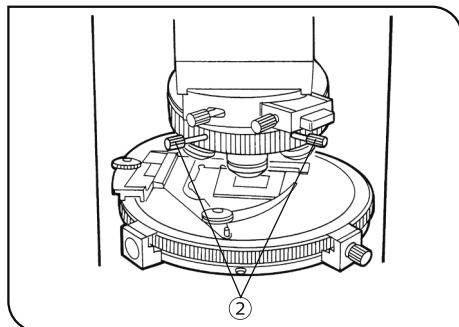

図 27
- 7) レボルバーに付属の心出しつまみ（2ヶ所）②を、基準となる $20\times$ または $10\times$ 対物レンズの心出し穴に挿入します。
- 8) 心出しつまみ②を回して、コノスコープ像の中心を接眼レンズのクロス線の中心に移動させます。（図27）